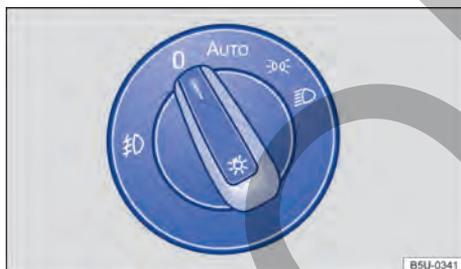

Fig. 69 En el panel: conmutador de las luces.
La luz de control en el interruptor de las luces → fig. 69 indica que el farol de neblina está encendido.
- Encender el farol de neblina : tirar del interruptor de las luces → fig. 69 de la posición o hasta la primera marcha.
- Encender la linterna de neblina : tirar totalmente del interruptor de las luces → fig. 69 de la posición o .